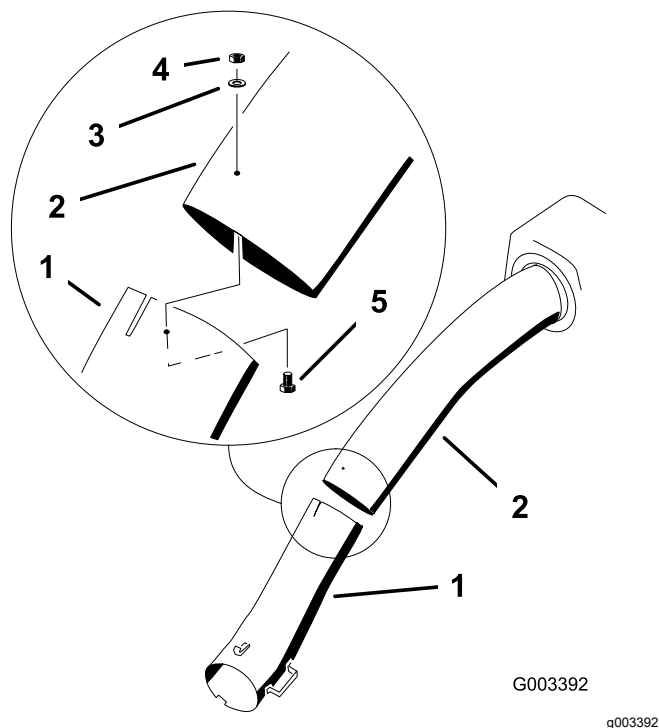

Bild 28
11. Verbinden Sie das obere und untere Rohr mit 3 Schrauben (Nr. 10 x 3/4"), 3 Flachscheiben (7/32") und 3 Sicherungsmuttern (Nr. 10), wie in Bild 28 abgebildet.